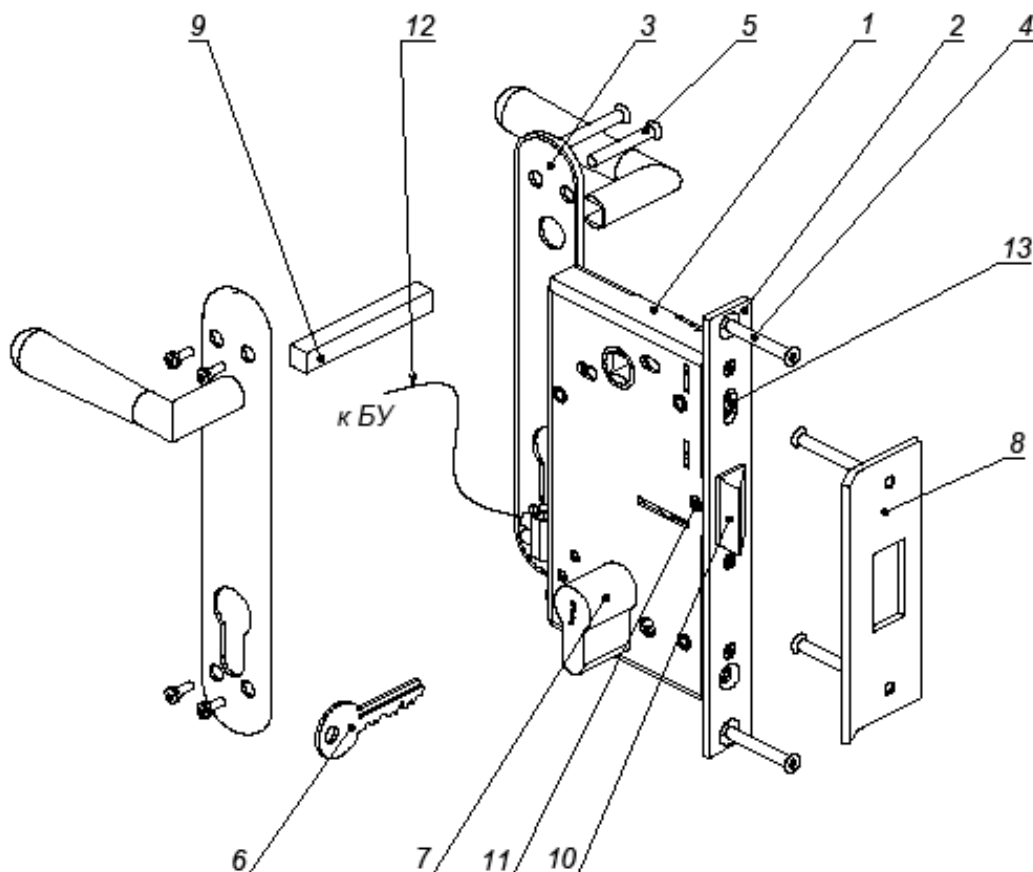

Рис.1 Состав и внешний вид замка LC-85.2
Состав и внешний вид замка показаны на рис.1.
Монтаж замка на двери следует производить в следующем порядке (см. рис.1)
- вывинтите полностью установочный винт 11 ключом шестигранным S2,5 (рис.1);